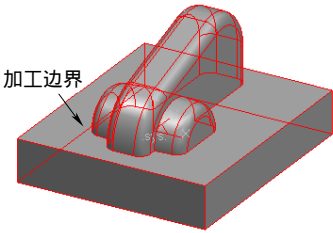

图 8-187 拾取的加工对象和边界
7) 完成加工参数设置后，单击“确定”按钮，系统在界面的左下方提示“拾取加工对象”，直接拾取所有实体，并选择如图 8-187 所示的边线作为边界，单击鼠标右键结束拾取。